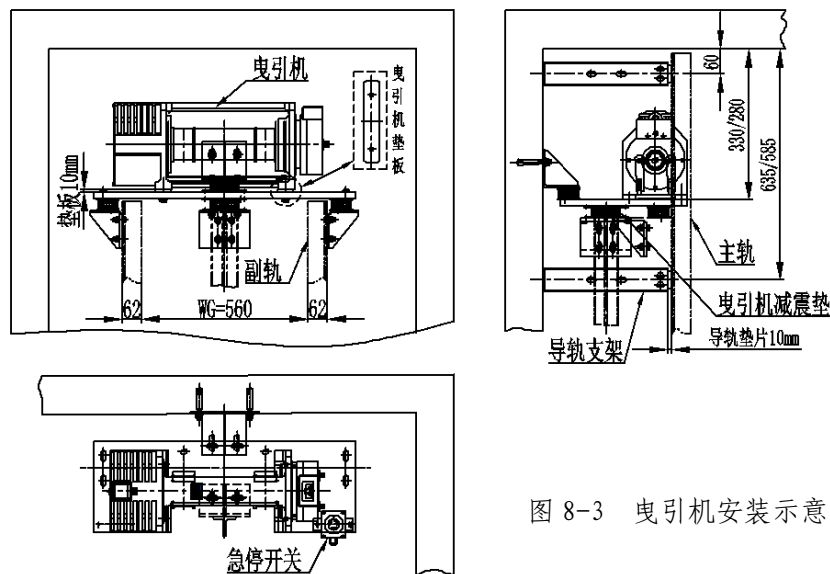

图 8-3 曳引机安装示意图
8.2.2 曳引机通过井道顶部的吊钩用 2T 手拉葫芦吊起置于机架上。起吊钢丝绳应套在曳引机的起吊环内，起吊时注意不准碰撞，防止损坏曳引机，见图 8-3。